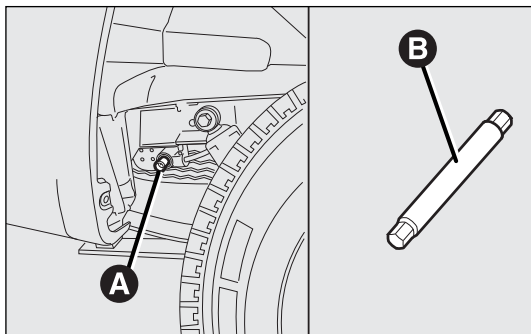
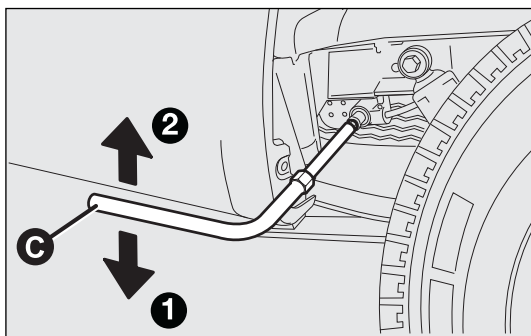

fig. 167
fig. 168
- para todas las versiones, accediendo desde el pasarrueda derecho del vehículo, accionar el tornillo de maniobra A-fig. 167 del dispositivo de sujeción de la rueda de repuesto, utilizando la llave de serie que lleva la prolongación B;
- ❑ girar la llave C-fig. 168 a la izquierda 1 para permitir la bajada de la rueda de repuesto;
- introducir la llave de serie C-fig. 168 que lleva la prolongación B-fig. 167 en el tornillo A-fig. 167 del dispositivo de maniobra del alojamiento de la rueda de repuesto y girarla a la derecha 2 para permitir la subida de la rueda de repuesto, hasta el completo apoyo en el hueco debajo de la plataforma.
- introducir la llave de serie C-fig. 168 que lleva la prolongación B-fig. 167 en el tornillo A-fig. 167 del dispositivo de maniobra del alojamiento de la rueda de repuesto y girarla a la derecha 2 para permitir la subida de la rueda de repuesto;